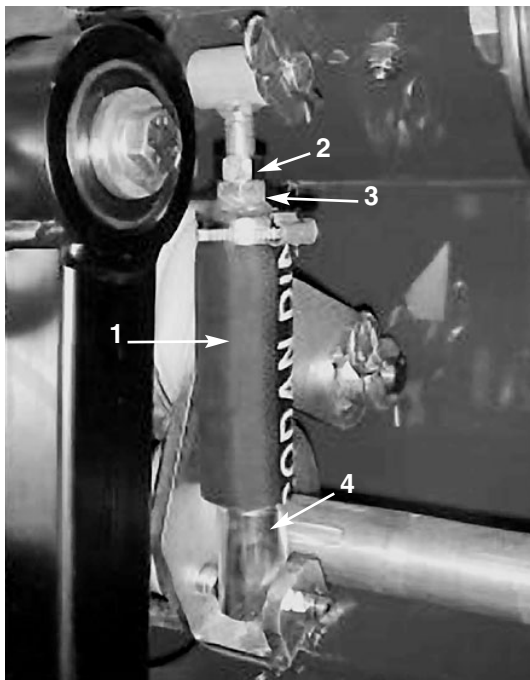

Bild 30
- A. Lockern Sie die Klemmmutter, mit der das Spannscheibenrohr am Spannarm befestigt wird (Bild 30).